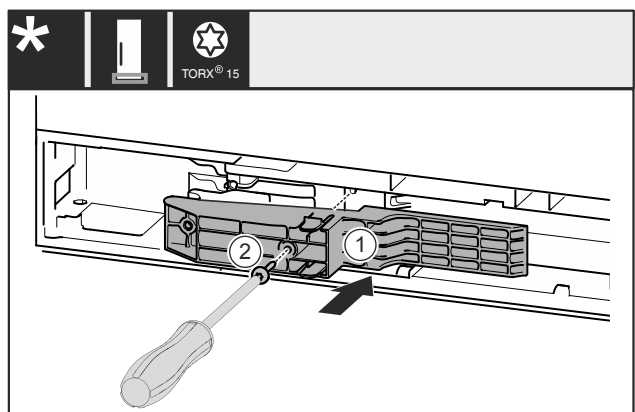

Fig. 52 *
- ▶ Adapterstuk Fig. 52 (1) aan de greepzijde in de uitsparing plaatsen.*
- ▶ Schroef Fig. 52 (2) met een schroevendraaier vastschroeven.*